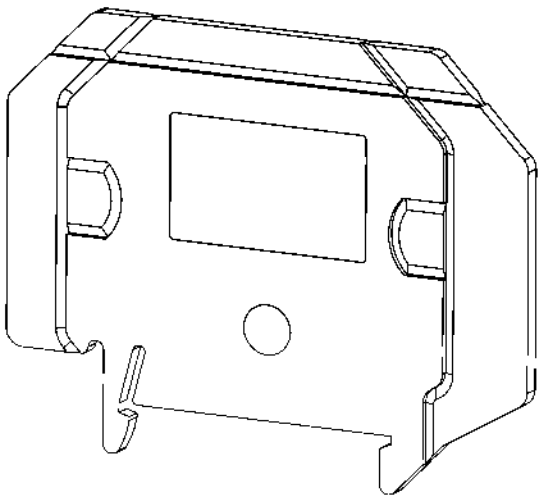
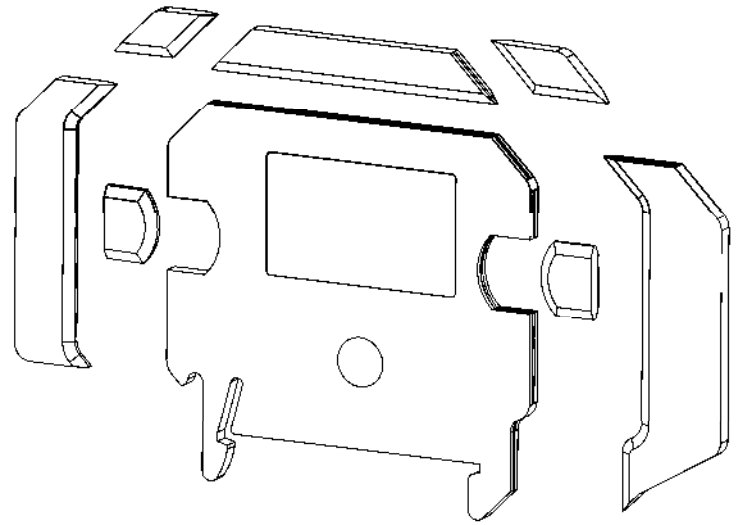

Рисунок 7 – целая разделительная пластина
Рисунок 8 – разделительная пластина с отломленными частями
- При необходимости, для удобства и экономии места, отломите от разделительной пластины ненужные части (рис. 7; рис. 8).